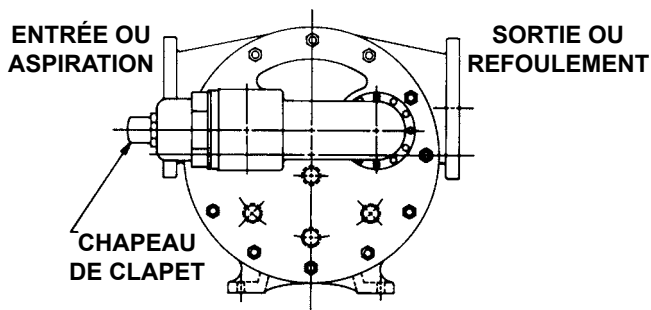

FIGURE 2
4. Les chapeaux des clapets de surpression doivent toujours pointer vers l'aspiration de la pompe. Si le sens de rotation est inversé, enlever le clapet de surpression et l'inverser. (Voir figure 2).